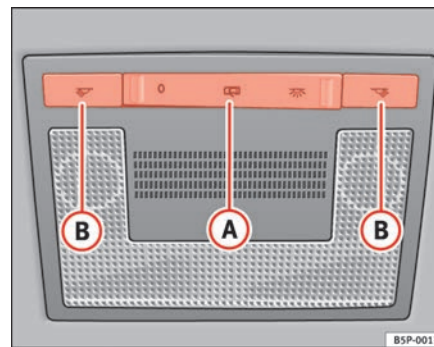

Abb. 79 Dachhimmel:
Mit dem Schalter ⇒ Abb. 79 (A) können Sie folgende Positionen wählen:
Drücken Sie den Schalter auf die Position 0 ⇒ Seite 124, Abb. 79.